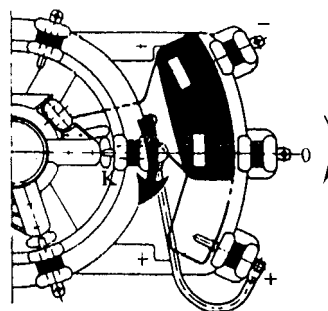

Fig. 18 Sistema di contatto del preselettore di regolazione Grossa
f. dal connettore di ingranaggio intermedio al fondo del vano olio, rimuovere la spina colorata di rosso (vedi fig. 18). Per assicurare il corretto funzionamento del commutatore e una posizione corretta di montaggio, il commutatore a campana dovrebbe essere pre-assemblato. La procedura di pre-assemblaggio è la seguente: